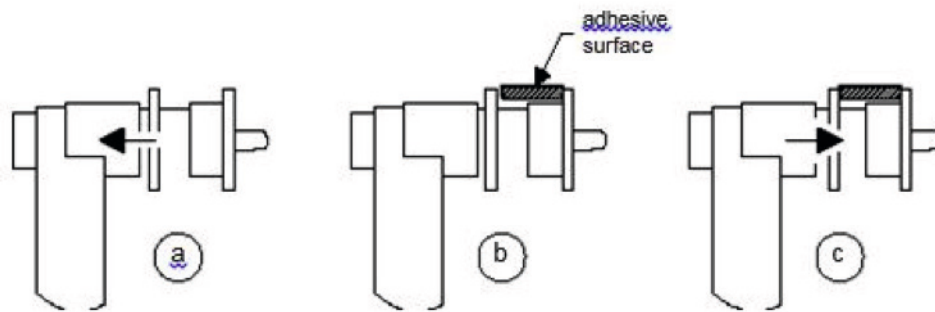

Figure F3.12. Positionnement de masses autocollantes
2. Positionner la masse affichée sur l'écran sur la pignone de départ, comme indiqué sur la figure F3.12.